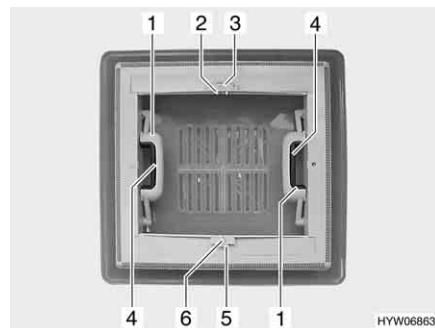

Bild 18 Dachhaube mit Schnappverschluss
- Schnappverschluss (Bild 18,4) zur Innenseite der Dachhaube drücken. Gleichzeitig mit dem Griff (Bild 18,1) die Dachhaube nach oben drücken.
- An beiden Griffen (Bild 18,1) die Dachhaube kräftig nach unten ziehen, bis beide Schnappverschlüsse eingerastet sind.
- Arretierung (Bild 18,5) zur Dachhaubenaußenseite drücken.
- Verdunklungsrollo am Griff (Bild 18,6) bis zum gegenüberliegenden Griff des Insektschutzrollos (Bild 18,2) ziehen und einrasten lassen.
- Griff (Bild 18,2) zusammendrücken. Die Arretierung wird gelöst.
- Verdunklungsrollo am Griff (Bild 18,6) langsam zurückführen.
- Arretierung (Bild 18,3) zur Dachhaubenaußenseite drücken.
- Insektschutzrollo am Griff (Bild 18,2) bis zum gegenüberliegenden Griff des Verdunklungsrrollos (Bild 18,6) ziehen und einrasten lassen.
- Insektenschutzrollo am Griff (Bild 18,2) langsam zurückführen.